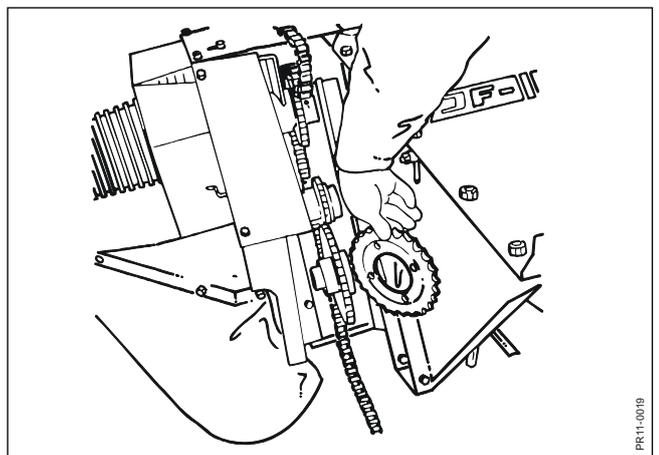

Fig. 3-13
**Fig. 3-13:** Falls Sie wünschen, die Rotorgeschwindigkeit zu erhöhen, muß das 33 Zähne Kettenrad auf der Laufradwelle gegen das 27 Zähne Kettenrad aus dem Ersatzteilkpaket ausgetauscht werden. Nach Auswechslung des Kettenrades, die Kettenlänge anpassen.